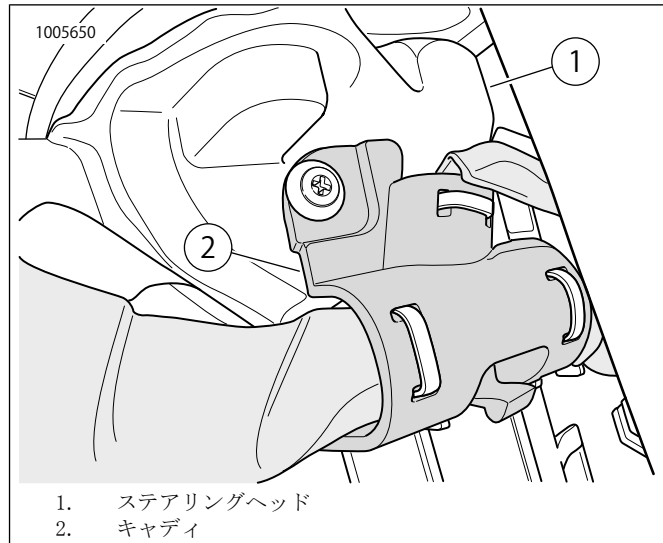

図13。ステアリングヘッド
17. 図13を参照してください。48インチハーネスの先端をステアリングヘッド(1)まで取り回します。キャディ(2)を使ってハーネスを固定します。